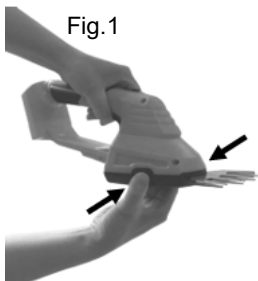
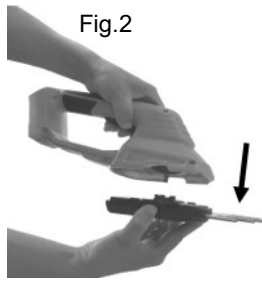

Fig. 1
Fig. 2
1. Appuyez sur les boutons de déverrouillage de la lame (Fig. 1) des deux côtés et retirez la lame en même temps. (Fig. 2).